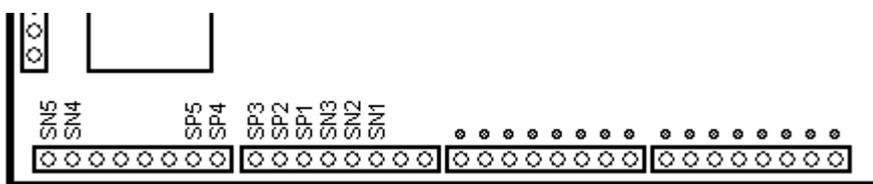

Figura 53
- 5 saídas auxiliares SP1 a SP5 (Figura 53), ativas em 24Vcc
- 5 saídas auxiliares SN1 a SN5 (Figura 53), ativas em 0Vcc